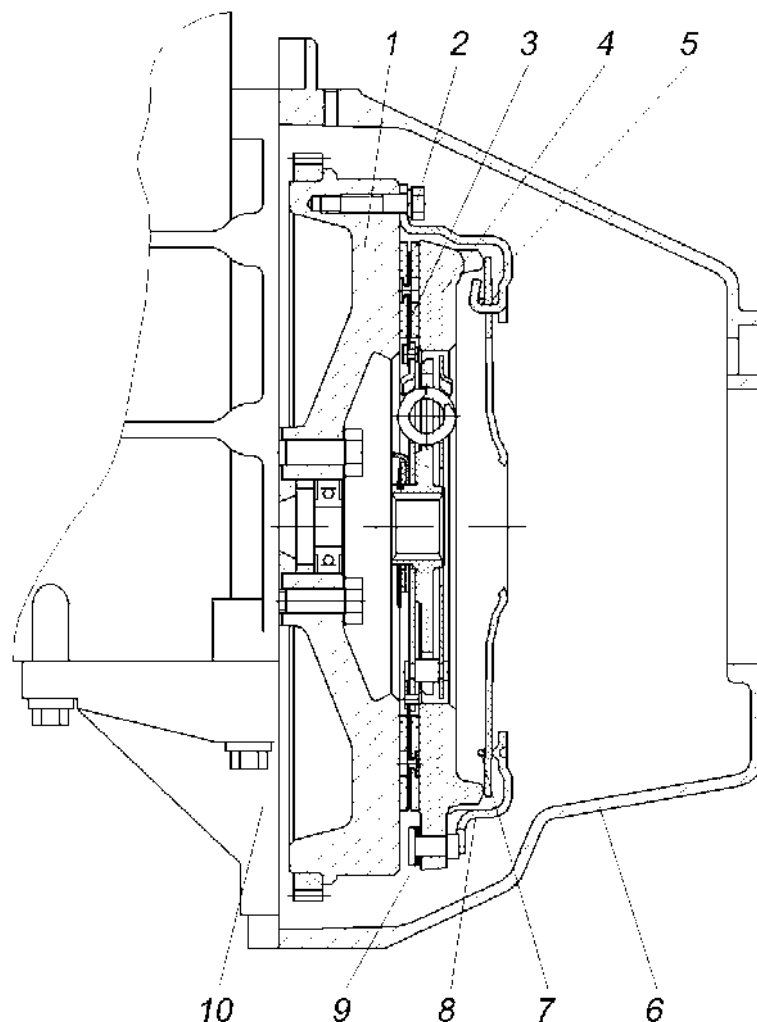

Рис.226. Сцепление:
**Сцепление** (рис.226) - сухое, однодисковое, с диафрагменной нажимной пружиной, состоит из двух основных частей: нажимной диск в сборе и ведомый диск в сборе.